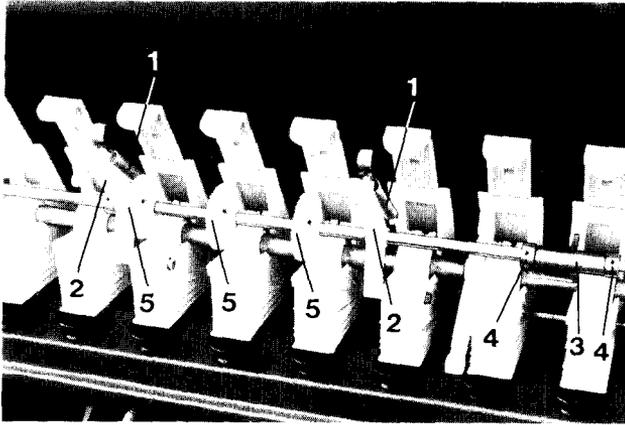
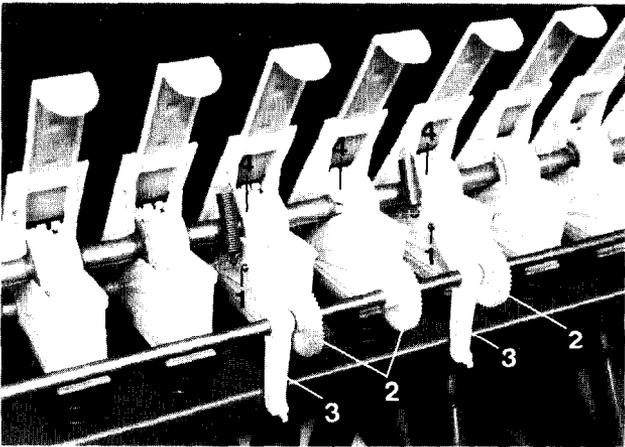

Fig. 57
Fig. 58
- Zugfedern (Fig. 57/1) zwischen Sägehäusen und Schwenklagern (Fig. 57/2) lösen und die Vorgelegewelle nach hinten abklappen (Fig. 58).
- Eine Halterung (Fig. 57/3), die die Vorgelegewelle axial sichert, greift in eine Aussparung am Sägehäuse. Diese Halterung wird beim Abklappen der Vorgelegewelle aus der Aussparung herausgezogen und ist nach erfolgter Montage in der gleichen oder in einer Aussparung der nebenliegenden Sägehäuse zu befestigen. Die Halterung (Fig. 57/3) wird axial durch Stellringe (Fig. 57/4) auf der Vorgelegewelle gesichert.
- Skt.-Schrauben (Fig. 58/1), mit denen die Schwenklager rechts und links neben den Fahrgassensägehäusen befestigt sind, lösen.
- Schwenklager (Fig. 58/3) und Kunststoffantriebsritzel (Fig. 58/2) auf der Vorgelegewelle verschieben.
- Mitnehmerschrauben (Fig. 58/4) der neuen Fahrgassensäräder lösen, bis diese sich frei auf der Säwelle drehen lassen.
- Schwenklager (Fig. 58/3) rechts und links neben den Fahrgassensägehäusen befestigen und Zugfedern von den Schwenklagern zu den Sägehäusen einhängen.
Die Montage der Kunststoffantriebsritzel (Fig. 57/5) erfolgt nach Punkt 16.5. Die Vorgelegewelle ist nur auf der rechten Maschinenseite mit Kunststoffantriebsritzeln zu bestücken. Die Antriebsritzel sind auf der Vorgelegewelle so zu montieren, daß der Abstand der Fahrgassensäräder, gemessen von der rechten äußeren Maschinenseite, eine halbe Schlepperspur beträgt. Bei Arbeiten mit der Vorauflaufmarkierung ist die linke Spuranreißerscheibe zu demontieren.